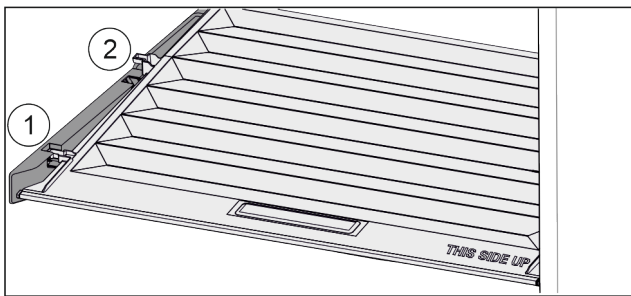

Fig. 43
- ▶ Кришку до отвору в деталях для підтримки потягнути вперед Fig. 43 (1).
- ▶ Підняти ззаду знизу та вийняти Fig. 43 (2) вгору.